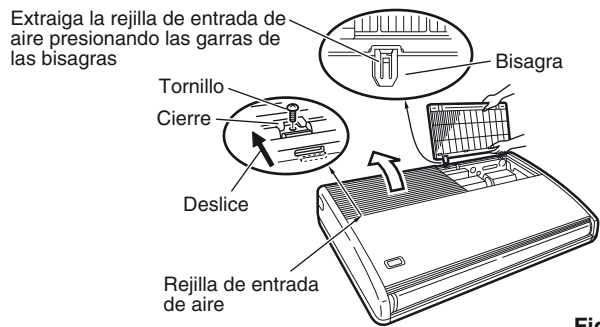
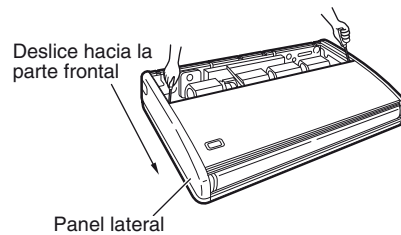

Fig. 3-9
Fig. 3-10
- (5) Antes de suspender la unidad interior del techo, retire los 2 o 3 tornillos del cierre de las rejillas de entrada de aire, abra las rejillas y extráigalas presionando las garras de las bisagras (Fig. 3-9). Después extraiga ambos paneles laterales deslizándolos a lo largo de la unidad hacia la parte frontal después de haber retirado los 2 tornillos de fijación. (Fig. 3-10)